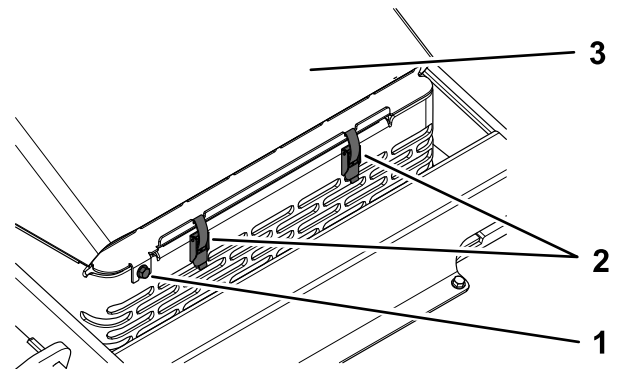

Figure 35
3. Desserrez la vis de verrouillage du capot (Figure 35).
4. Maintenez le capot abaissé et ouvrez les 2 loquets (Figure 35).
5. Ouvrez le capot (Figure 35).
2. Resserrez la vis de verrouillage du capot (Figure 35).